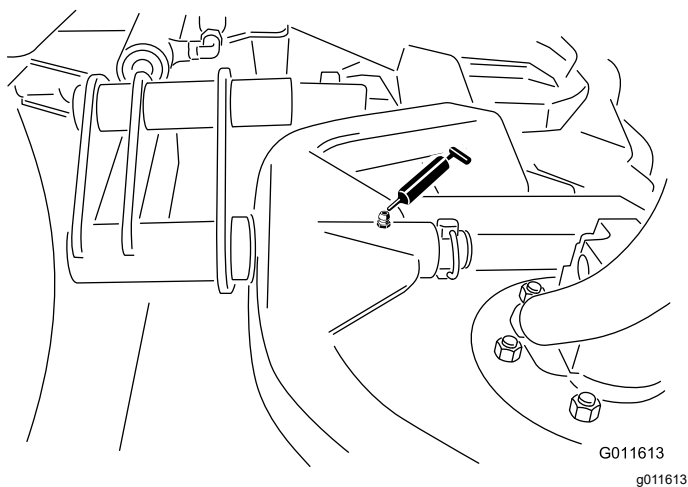

図 66
- カuttingユニットのキャリアフレームのピボット各1ヶ所 — 図 66